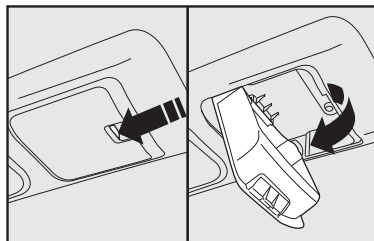

fig. 74
- En el techo del vehículo **fig. 74**.